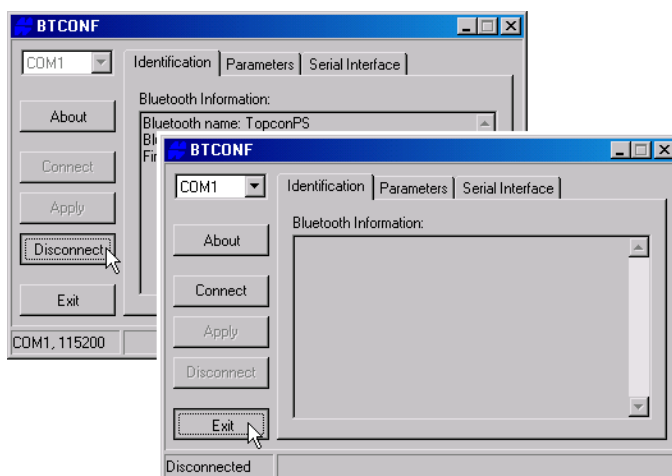

Figura 2-29. Haga clic en Disconnect y a continuación en Exit
- Haga clic en **Disconnect** y a continuación en **Exit** (Figura 2-29) para salir de BTCONF.